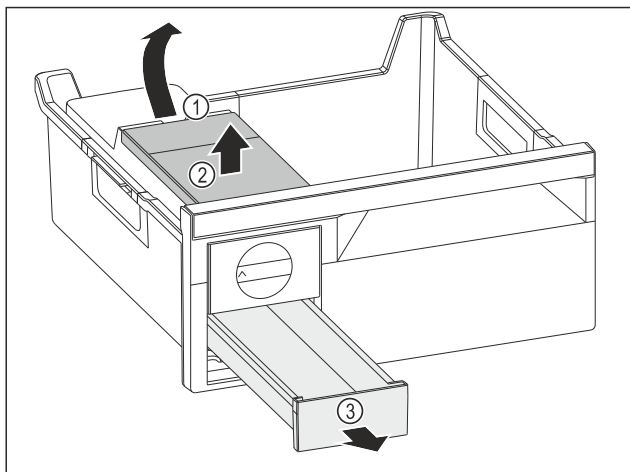

Fig. 110
- Wyjmowanie zbiornika wody: Zbiornik wody unieść za wycięcia Fig. 110 (1).
- Wyjąć zbiornik wody Fig. 110 (2) do góry.
- Wyjąć szufladę na kostki lodu Fig. 110 (3) do przodu.